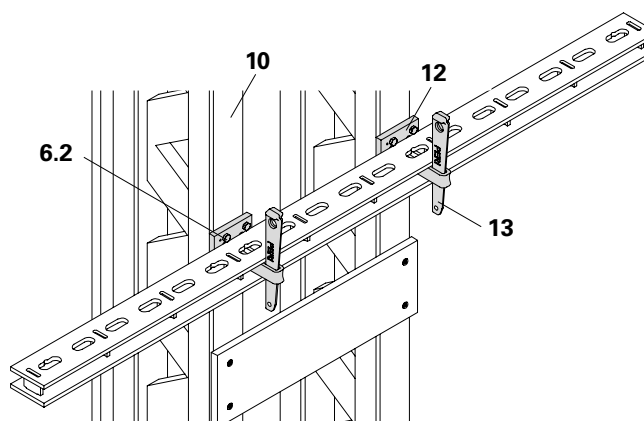
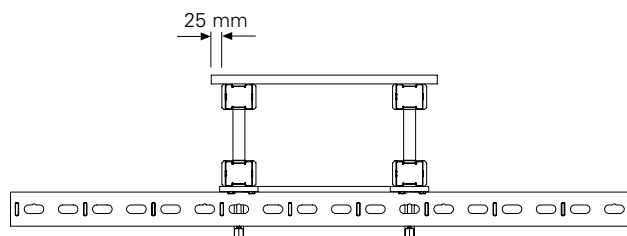

Fig. B7.04
Fig. B7.05
2. Il pannello di rivestimento sporge di 2,5 cm a destra e a sinistra. (Fig. B7.05)
3. Montare una piastra di collegamento KDP (12) all'altezza dei correnti in acciaio su ogni trave GT 24 e fissarla con il cuneo K (13).
6. A seconda dell'area di compensazione, prevedere fori di ancoraggio. (Fig. B7.04)